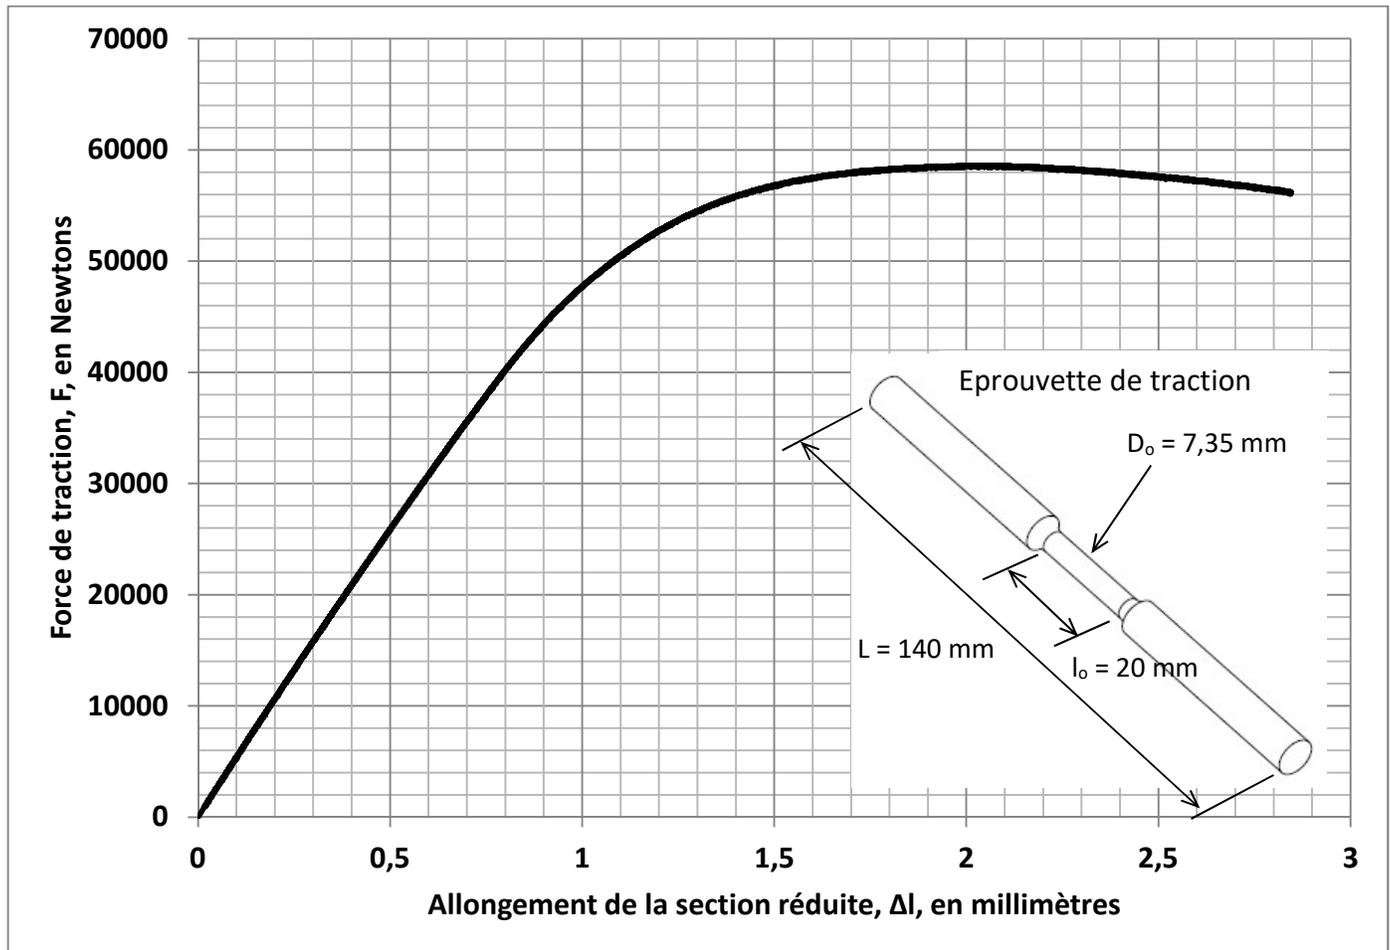

Figure 1 : Courbe force vs allongement lors d'un essai de traction
La figure 1 montre un graphique de la force (F) en fonction de l'allongement de la section réduite (Δl) obtenu lors d'un essai de traction sur une éprouvette cylindrique dont la géométrie initiale (avant l'essai) est précisée par un schéma en bas à droite. Le coefficient de Poisson du matériau éprouvé est 0,3. En vous servant de ces informations, répondez aux questions a) à f).